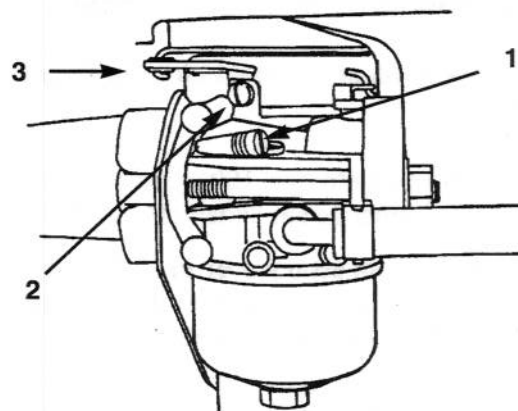

Fig. 27
- Girate leggermente in senso orario la vite della miscela del minimo (Fig. 27), fin quando si chiude appena. Non forzate (avvitandola) questa vite perché potreste danneggiare il carburatore.
- Aprite la vite della miscela del minimo (Fig. 27) di un giro in senso antiorario. Questa regolazione vi consente di avviare il motore.
- Tenete il braccio dell'acceleratore contro la vite del minimo (Fig. 27). Regolate questa vite in modo che il motore giri al minimo a 1750 giri/min primo, e verificate i giri con il tachimetro.
- Sempre tenendo il braccio dell'acceleratore contro la vite del minimo, girate lentamente la vite della miscela del minimo (Fig. 27) in senso orario (verso l'interno) fin quando il motore inizia a rallentare (miscela povera). Ora girate la vite della miscela del minimo in senso antiorario (verso l'esterno) fin quando il motore inizia a girare irregolarmente (miscela ricca).
- Ora girate la vite della miscela del minimo (Fig. 27) a metà tra la miscela povera e la ricca, fin quando il motore avrà una marcia regolare.